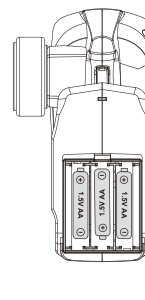

Abb.2
- (2) Installieren Sie 3x 1.5V AA Batterien (nicht im Lieferumfang enthalten) (Abb.2) und (3) schließen Sie die Abdeckung. (Abb.3)